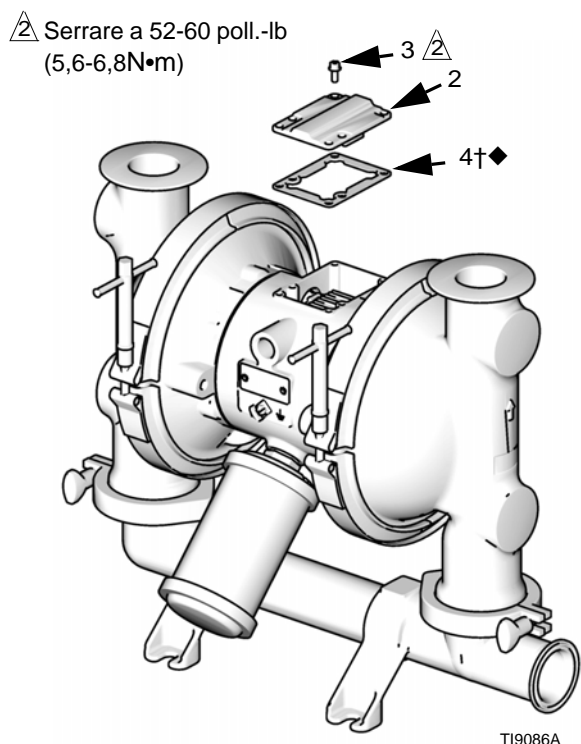

FIG. 5
2. Con un cacciavite torsiométrico (T20) o una chiave fissa a tubo da 7 mm (9/32 poll.), rimuovere le sei viti (3), la copertura della valvola pneumatica (2) e la guarnizione (4). Fare riferimento alla FIG. 5.
10. Allineare la guarnizione della valvola (4†◆) e il coperchio (2) con i sei fori nel corpo centrale (1). Fissare con sei viti (3) utilizzando un cacciavite Torx (T20) o una chiave a tubo da 7 mm (9/32 in.). Serrare fino a 52-60 poll.-lb (5,6-6,8 N•m). Fare riferimento alla FIG. 5.